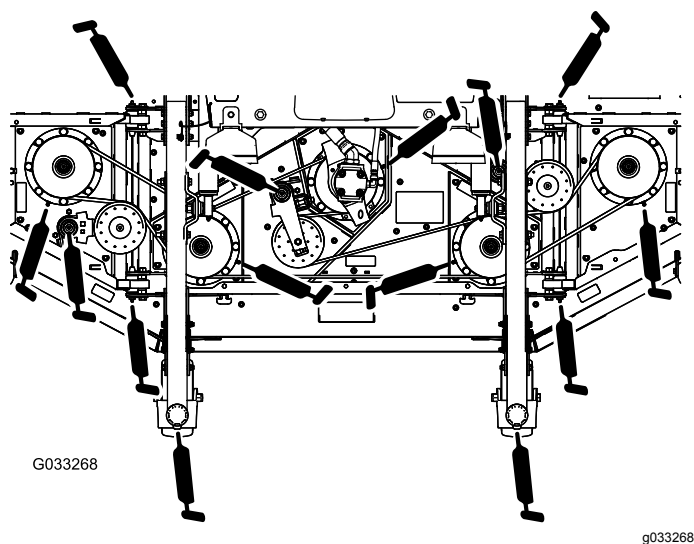

Figura 72
- 2 boccole dell'albero della forcella della ruota orientabile (Figura 72)
- 5 cuscinetti dell'albero del fusello (situati sull'alloggiamento del fusello) come illustrato nella Figura 72
- 3 boccole del perno di articolazione del braccio del tendicinghia (situate sull'albero del perno di articolazione del tendicinghia) come illustrato nella Figura 72
- 4 boccole del piatto delle alette (situate sui perni del perno di articolazione delle alette) come illustrato nella Figura 72